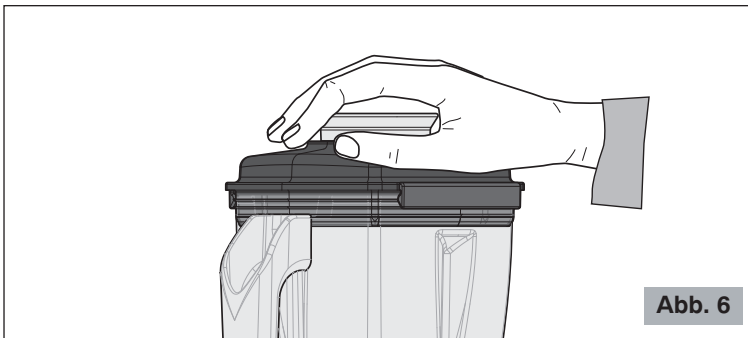

Abb. 6
- 5** Die gewünschte Geschwindigkeit mit dem Wählschalter  für die Modelle B185 und B280 oder mit dem Knopf (13 Abb.1a) für die Modelle B284 wählen und dabei eine Hand auf den Deckel halten, dann den Motor durch Drücken der Taste  einschalten (Abb. 6).